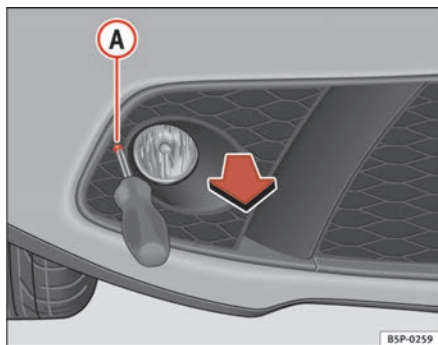

Abb. 205 Zugang zur Aufnahme der vorderen Abschleppöse
- Die Schraube **A** herausdrehen ⇒ Abb. 205.